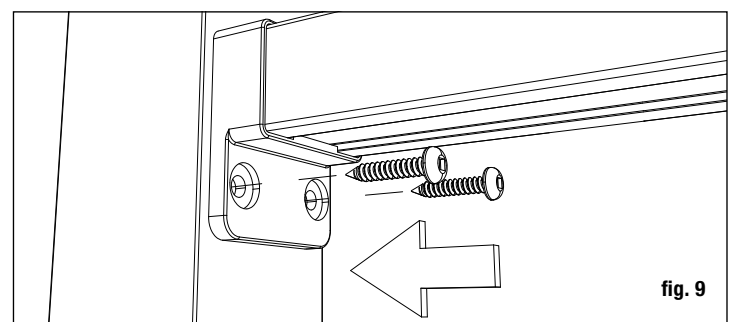

fig. 9
atravesando los postes, con una broca de taladro de 4.8 mm (3/16 pulg.) en las ubicaciones de los soportes superiores (fig. 9).
Paso 10 Posicione el barandal entre los postes. Compruebe el nivel de punta a punta y verticalmente. Fije los soportes al poste en un extremo. Repita en el otro extremo. *Consejo: Utilice una extensión de broca para evitar dañar el barandal con el portabrocas del taladro. Instale todos los barandales antes de instalar el cable.* (fig. 9)